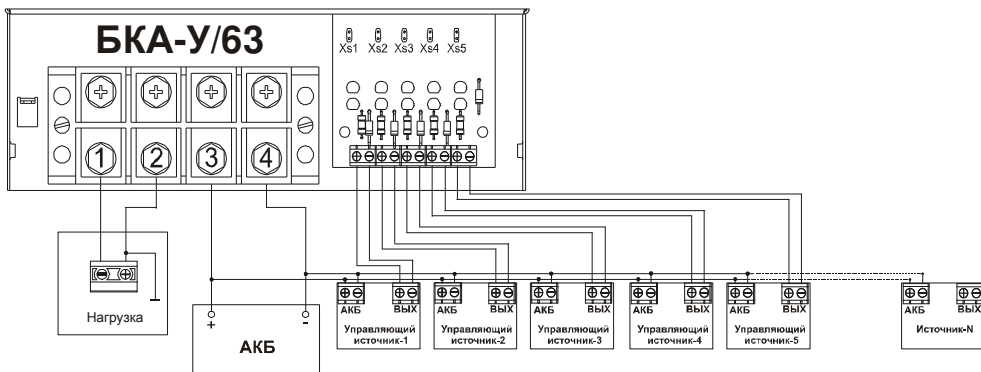
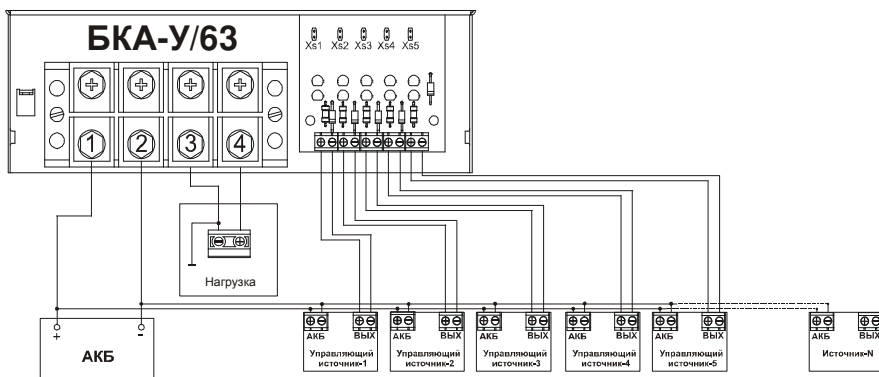

Рис.4
Рис. 5
Произведите подключение соединительных линий к клеммам блока, руководствуясь схемой подключения блока изображённой на Рис.4 для устройств с общим «+» или схемой подключения блока изображённой на рис.5 для устройств с общим «-», в следующей последовательности:
- ♦ Проверьте правильность произведенного монтажа в соответствии со схемами подключений (Рис.4 или 5).